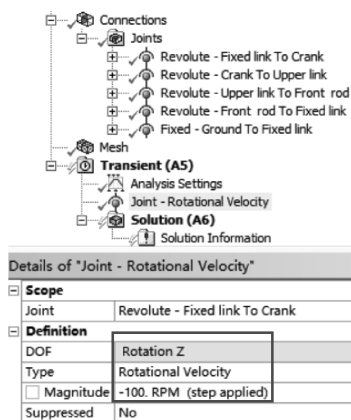

图 5-8 施加边界
(1) 设置时间步: 单击【Transient (A5)】→【Analysis Settings】→【Details of “Analysis Settings”】→【Step Controls】→【Step End Time】= 1.2s, 其他默认。
(2) 设置载荷: 在工具栏中单击【Loads】→【Joint Load】, 单击【Joint Load】→【Details of “Joint Load”】→【Scope】→【Joint】= Revolute-Fixed link To Crank, 【Definition】→【Type】= Rotational Velocity, 【Magnitude】= -100RPM, 其他默认, 如图 5-8 所示。